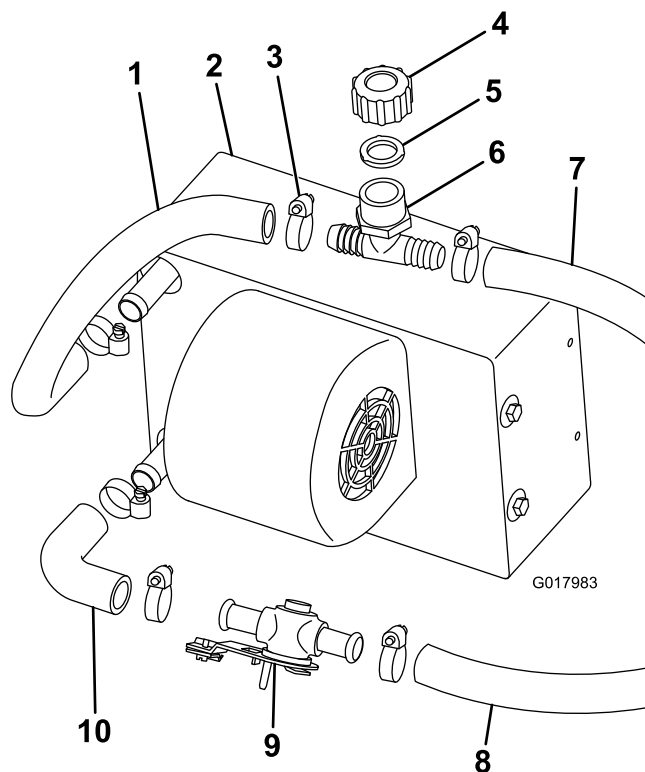

Figura 2
1. Fissate senza stringere il flessibile a gomito al raccordo inferiore del gruppo riscaldatore con una fascetta stringitubo (Figura 2).
2. Collegate la valvola del riscaldatore al raccordo a gomito con una fascetta stringitubo (Figura 2).
3. Tagliate un pezzo da 31 cm del flessibile ($\frac{5}{8}$ ") e fissatelo al raccordo superiore del gruppo riscaldatore con una fascetta stringitubo (Figura 2).
4. Collegate il tubo di riempimento a T bianco, la guarnizione e il cappuccio al flessibile del riscaldatore superiore con una fascetta stringitubo (Figura 2).